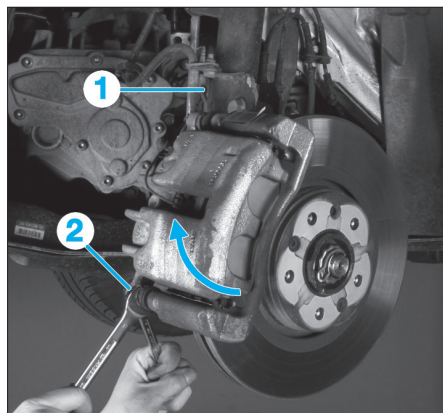

Fig. 1
- Débrancher le fil du témoin d'usure (1) des plaquettes de frein (Fig.1).
- Déposer la vis inférieure (2).